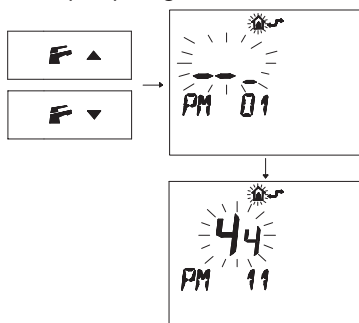

Figura 5.38
- Premere i pulsanti **F**▲ o **F**▼ per visualizzare la programmazione "PM11" della post-circolazione pompa (Figura 5.38).